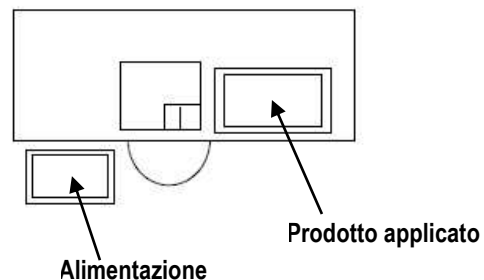

Figura 12
3.3. Considerazioni sulla posizione delle macchine da banco (Figura 12)
La figura 12 illustra la posizione corretta della macchina e dell'operatore, nonché la posizione consigliata per l'interruttore a pedale.